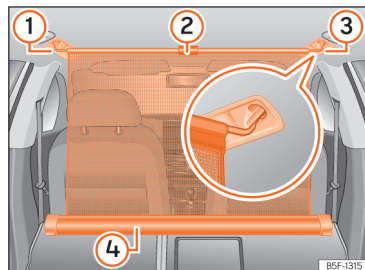

Fig. 188 Na bagageira: rede de separação fixa com os encostos do banco traseiro rebatidos.
- Puxe a aba para acima »» Fig. 188 ② para tirar a rede da carcaça ④.
- Prender a rede de separação do lado esquerdo ou direito »» Fig. 188 ③ (imagem ampliada).
- Prender a rede de separação no alojamento do outro lado »» Fig. 188 ① puxando a barra.
A rede de separação está montada corretamente quando as extremidades em forma de T estão fixas com firmeza nos alojamentos correspondentes »» Fig. 188 ③ e ①.
- Enrole a rede na carcaça »» Fig. 188 ④ baixando-a manualmente.